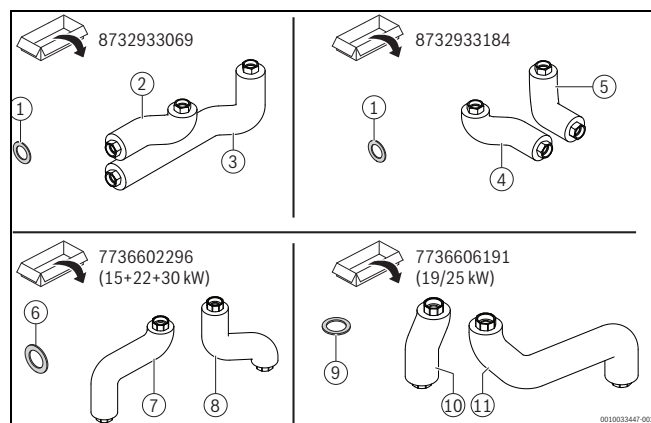

Bild 3 Optionale Rohrgruppen
Die Rohrgruppe HF-Set HYC40 als zentrale hydraulische Komponente ermöglicht in Verbindung mit weiteren optionalen Rohrgruppen (→Bild 3) den Anschluss einer Wärmepumpen-Außeneinheit an einen konventionellen bodenstehenden Wärmeerzeuger.
- Rohrgruppe zur seitlichen Anbindung der Wärmepumpe (links, rechts oder nach hinten), je nach Installationsvariante; → Bild 3, [1 – 5]).
- Rohrgruppe zum Anschluss der Heizkreis-Sets (→ Bild 3, [6 – 11]).